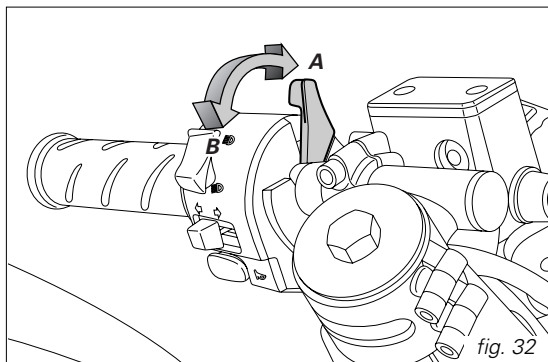

fig. 32
2) Déplacez le levier de commande starter en position (B) (fig. 32).